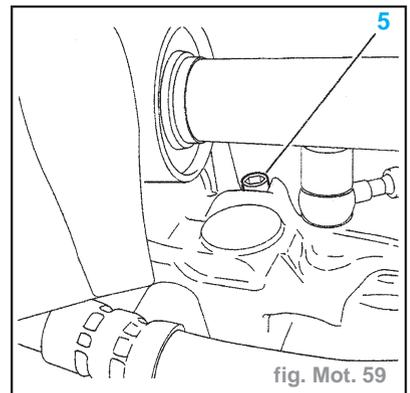

fig. Mot. 59
- Vidanger le moteur en déposant le bou- chon (5) (fig. Mot. 59).